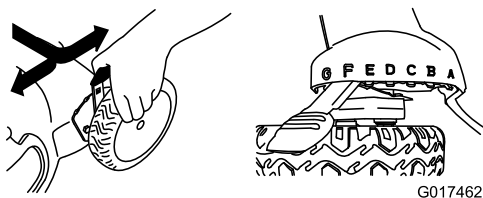

Figura 12
**Nota:** Para elevar el cortacésped, mueva las 4 palancas de altura de corte hacia adelante; para bajar el cortacésped, muévalas todas hacia atrás (Figura 12).